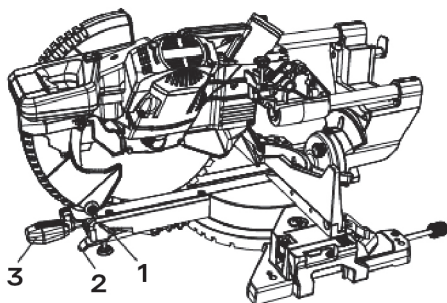

рис. 38
1. Разблокировать поворотный стол, подняв рычаг блокировки кулачка (1) вверх (рис. 38).
2. Удерживая рычаг блокировки неподвижного упора (2) в верхнем положении, повернуть стол на требуемый угол вправо или влево с помощью ручки поворота (3).
3. Отпустить рычаг блокировки неподвижного упора (2) и зафиксировать ручку поворота под требуемым углом. Убедиться, что рычаг зафиксировался на месте. Рычаг возвращается на место, только если стол встает на один из неподвижных упоров.
4. Когда необходимый угол для торцовочного пиления установлен, опустить рычаг блокировки кулачка (1) для фиксации поворотного стола.
5. Если нужный угол не входит в число неподвижных упоров, стол можно зафиксировать под нужным углом, опустив рычаг блокировки кулачка (1).